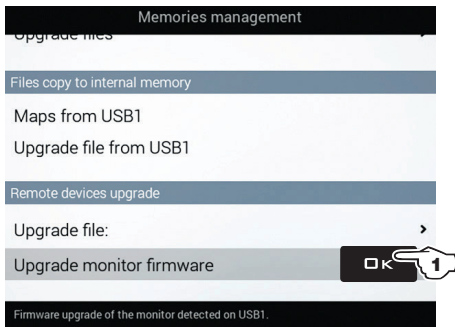

Fig. 304
- 1 Välj **Upgrade monitor firmware** (Fig. 304) och tryck **OK**. Meddelandet i Fig. 305 visas när processen är avslutad.